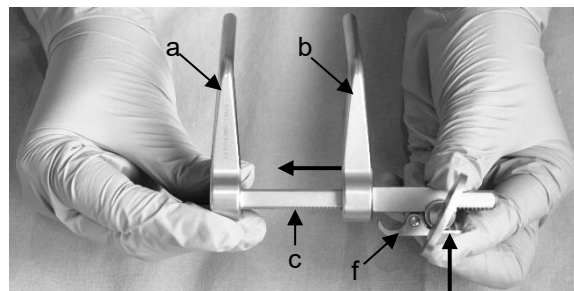

Fig. 17
2. Déplacer le bras d'extension mobile (b) sur la crémaillère (c) vers l'intérieur dans le sens du bras d'extension fixe (a) (Fig. 17).